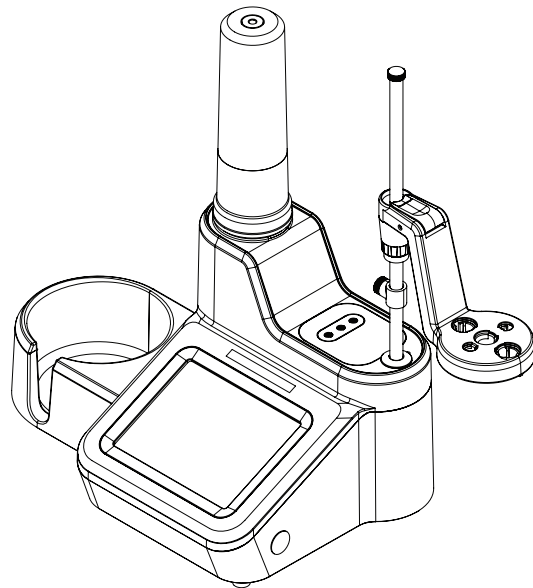

Figura 4. Posicionamento do suporte do elétron no eixo do suporte do elétron
3. Ajuste a cabeça do suporte do elétron ao eixo pressionando o botão de liberação e deslizando-a até o local adequado no eixo. Consulte a **Figura 4**.